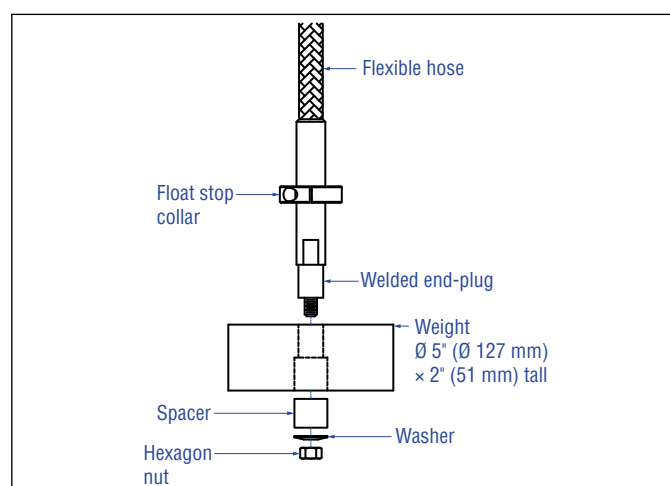
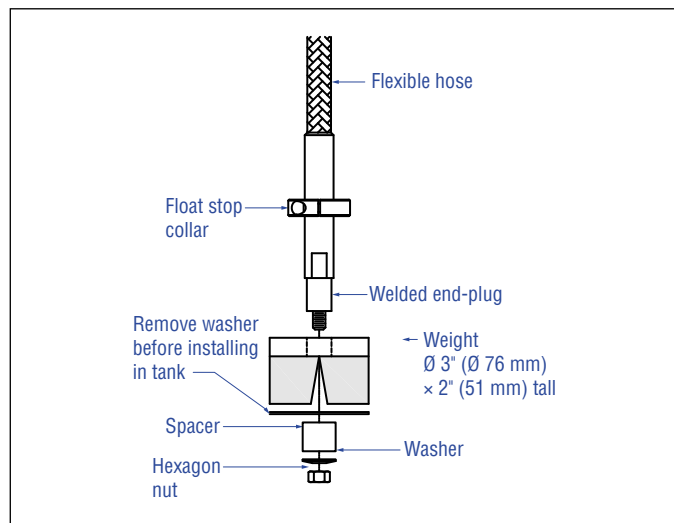
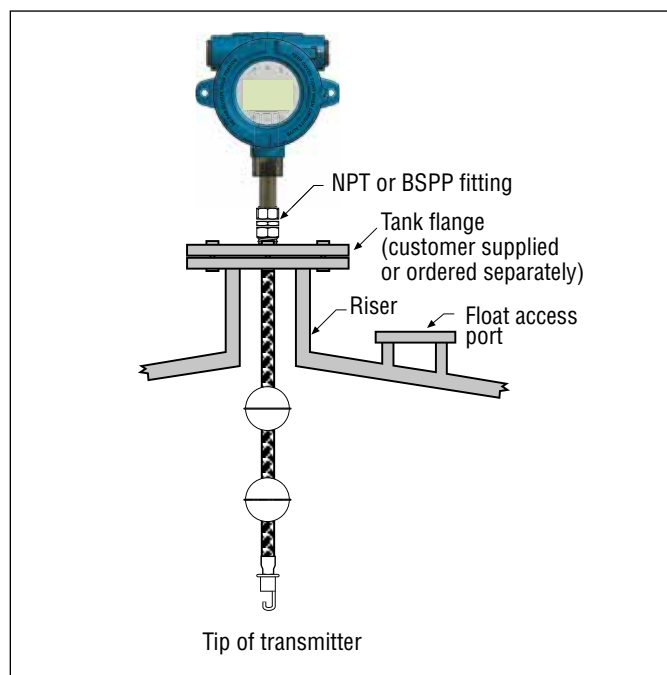

Fig. 8: Peso di fissaggio inferiore
Fig. 9: Magnete di fissaggio inferiore
Fig. 11: Montaggio con flangia filettata per tubo flessibile
5. Montare il gancio, il peso o il magnete sulla sezione con il tappo terminale saldato del tubo (la sezione rigida del tubo) utilizzando dado, distanziale e rondella in dotazione, serrare saldamente come indicato in Fig. 8, Fig. 11 e Fig. 9. Per il magnete, rimuovere la rondella prima di installarlo nel serbatoio.
Nella maggioranza delle applicazioni, il trasmettitore Tank Slayer® può essere montato direttamente al serbatoio o alla flangia mediante un raccordo filettato NPT o BSPP, a condizione che sia disponibile una connessione filettata adatta. Se il galleggiante non passa attraverso l'apertura della flangia (quando la flangia è smontata), si deve trovare un sistema alternativo per montare il galleggiante sul trasmettitore dall'interno del contenitore; potrebbe essere richiesta una porta di accesso vicino al punto di ingresso del trasmettitore, come illustrato in Fig. 11.